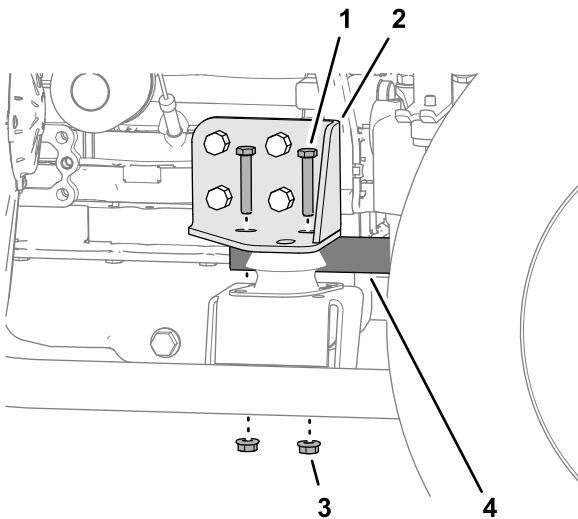

Figura 91
6. Togliete i 2 bulloni e 2 dadi che fissano il tubo antirotazione al supporto destro del motore (Figura 91).